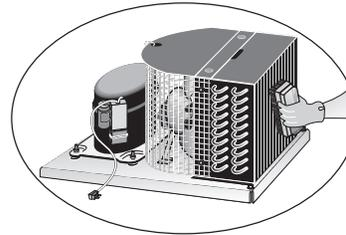

Figura 1
**FASE 1** - Premere e rilasciare il pulsante Info  per visualizzare il setpoint. Vedi Figura 1.
Ripulire la serpentina e la ventola dallo sporco accumulatosi, con una spazzola a setole rigide (vedi Figura 1).